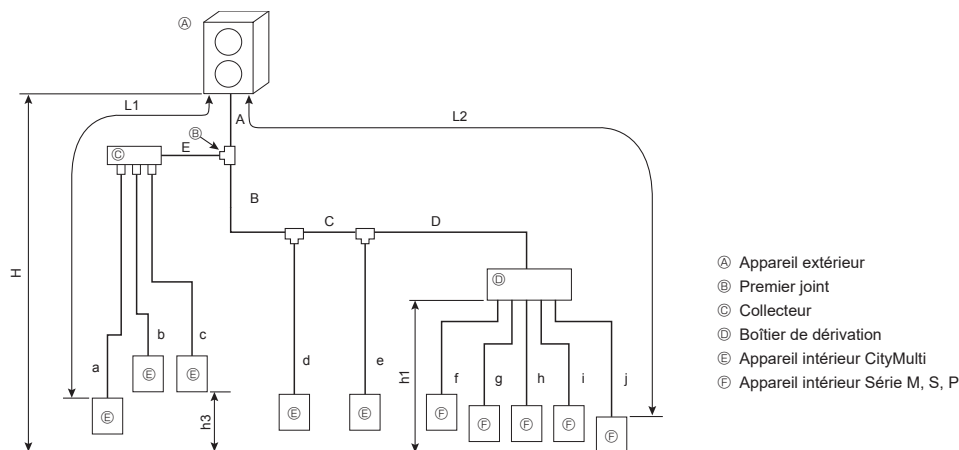

Fig. 4-5 (a)
4.3.3. Système mixte (appareils intérieurs City Multi et appareils intérieurs Série M, S, P via boîtier de dérivation) (Fig. 4-5)